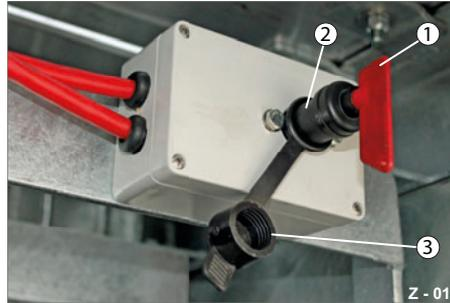

Abb. 20 Stromversorgung von Zugmaschine
- ▶ Stecken Sie den Steckschalter (Abb. 20/1) in die Steckdose (Abb. 20/2) ein.
- ▶ Drehen Sie den Steckschalter (Abb. 20/1) in Stellung ON. Die Stromzufuhr über die Zugmaschine ist aktiviert.